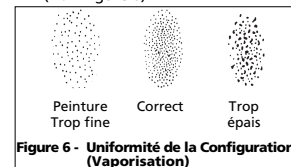

Figure 6 - Uniformité de la Configuration (Vaporisation)
- Tirer brusquement sur la gâchette en tournant le bouton de réglage de fluide au sens contraire des aiguilles d'une montre. Observer la configuration du débit sur la cible et ajuster le bouton de réglage de fluide jusqu'à ce que vous obtenez la configuration (vaporisation) désirée (Voir Figure 6).